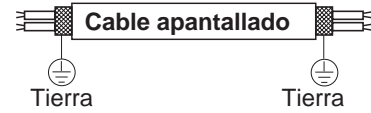

Fig. 5-4
- Utilice cable apantallado para el cableado de mando entre unidades (c) y conecte la pantalla a tierra por los dos extremos, para evitar parásitos. (Fig. 5-4)